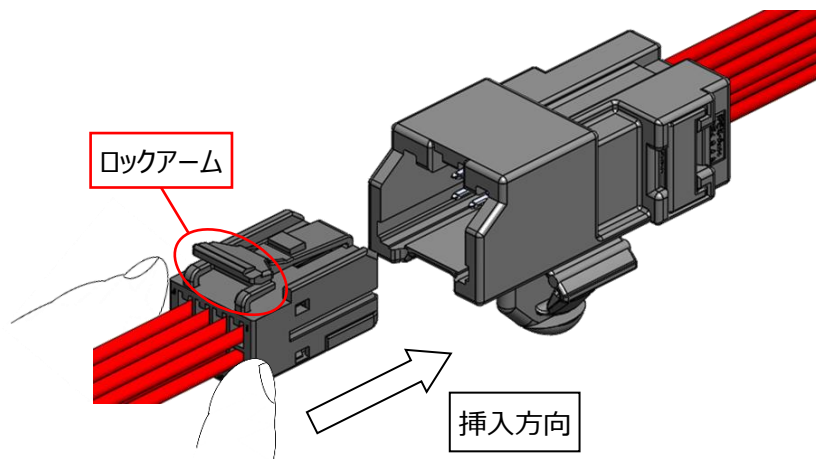

図 44 コネクタ挿入
- ①リテーナ装着作業が完了しているメスコネクタを、図 44 に示す方向でカチッと音がするまでまっすぐ押し込んでください。